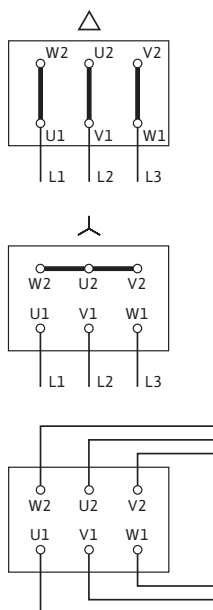

рис. 13: Подключение к сети
- Схема электроподключения находится в крышке клеммной коробки (см. также рис. 13).
- Электроподключение на клеммной колодке зависит от мощности мотора P_2 , от сетевого напряжения и от типа пуска. Необходимое переключение соединительных перемычек в клеммной коробке определить по следующей таблице и рис. 13.